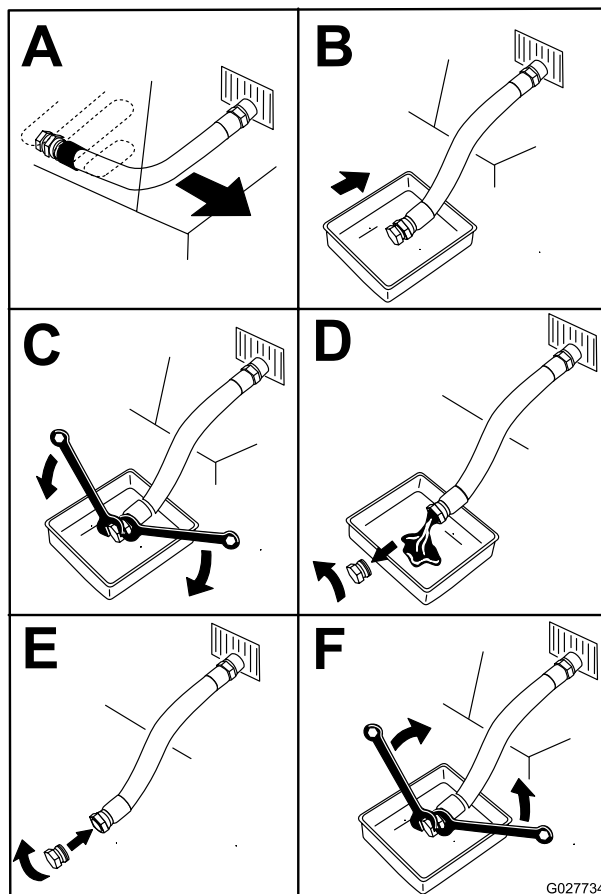

Figure 49
5. Vidangez l'huile moteur (Figure 49).